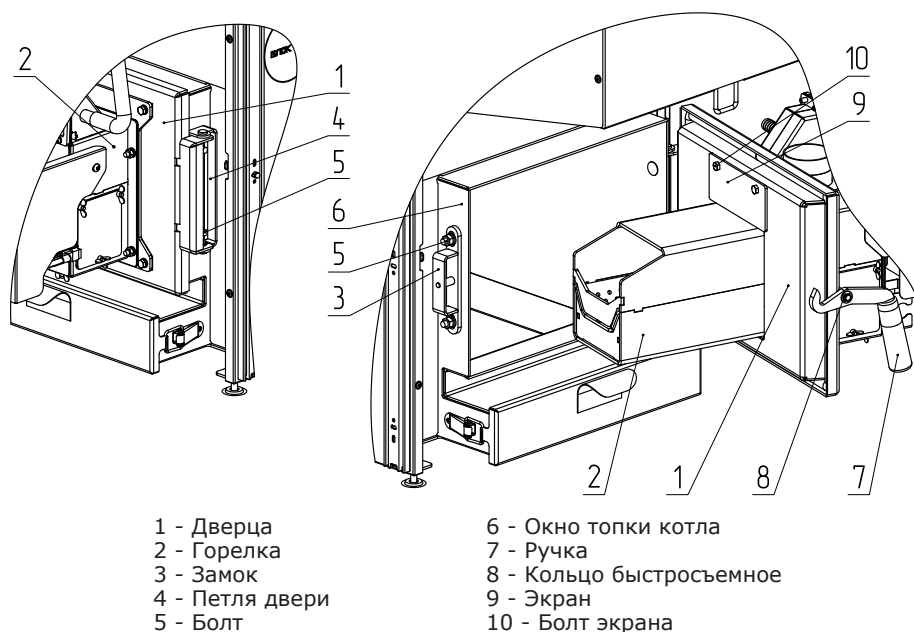

Рис.5 Изменение направления открытия двери котла
5.2.3. Дверца (поз.4) имеет возможность изменения направления открытия, для этого необходимо как показано на рисунке 5 открутить петлю двери (поз.4 Рис.5), экран горелки (поз.9 Рис.5) и извлечь горелку, замок двери (поз.3 Рис.5), снять ручку двери (поз.7 Рис.5) и развернуть дверь на 180°, после чего установить на место петли двери (поз.4 Рис.5), замок двери (поз.3 Рис.5), установить экран (поз.9 Рис.5) с горелкой, который после изменения положения двери будет снизу горелки и установить ручку двери (поз.7 Рис.5) в соответствии с новым положением замка двери.